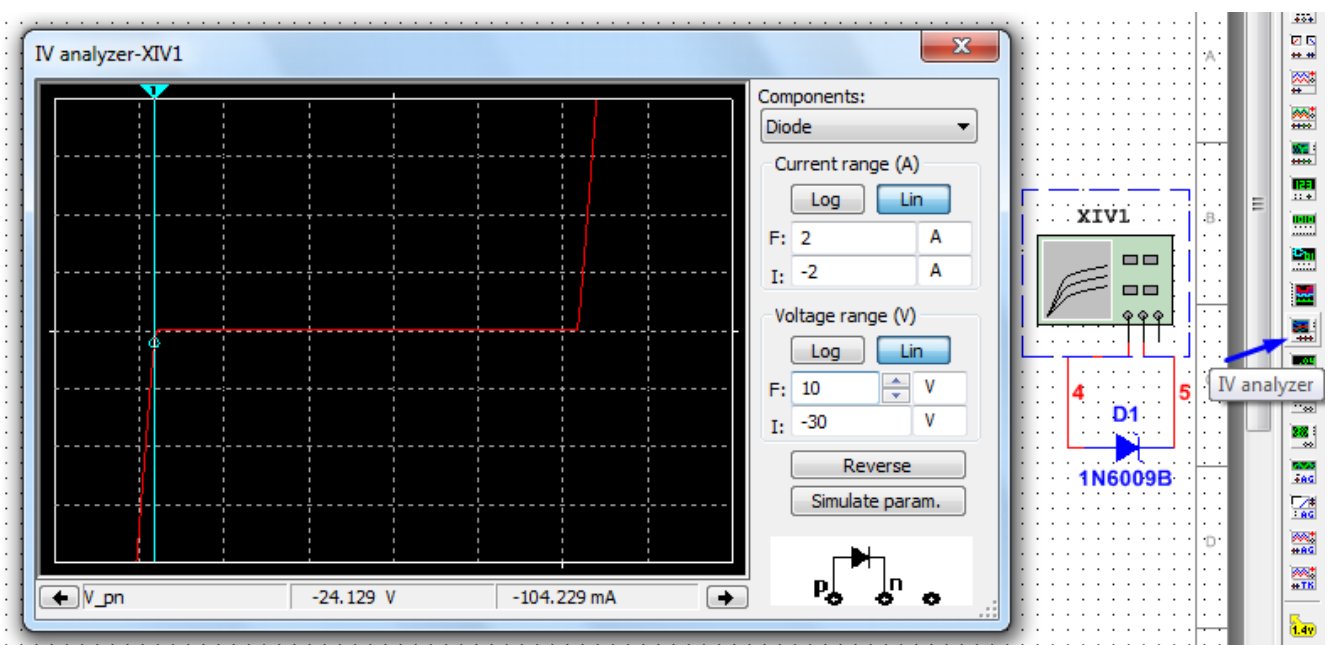

Рис. 13.
1. У програмі Multisim вольт-амперну характеристику напівпровідникових елементів також зручно одержувати за допомогою віртуального приладу *IV analyzer* (рис. 13). У полі Components має бути вказано тип приладу – Diode. Діод, що досліджується, під'єднується до відповідних входів згідно підказці внизу вікна приладу. У меню Simulate param. слід обрати межі моделювання так, щоб у них потрапив робочий діапазон приладу. Після запуску моделювання (Simulate>Run, або F5) можна змінювати границі діапазону відображення вольт-амперної характеристики: по вертикалі – для струму (*Current range*), від I(nitial) до F(inal), по горизонталі – для напруги (*Voltage range*). Відносно заданих за замовчанням їх доцільно зменшити: до одиниць ампер чи навіть десятків-сотень міліампер для струму, і від напруги пробою (для випрямних діодів) чи стабілізації (для стабілітронів) до максимального значення прямої напруги (з деяким запасом) для напруги.